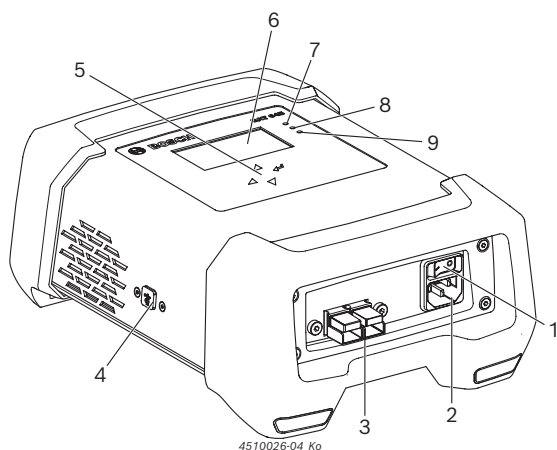

Fig. 1: Lato anteriore BAT 645
2. Accendere BAT 645 tramite l'interruttore ON/OFF (fig. 1, pos.1).
- ⇒ Il LED rosso (fig. 1, pos. 7) si illumina a batteria collegata e lampeggia a batteria scollegata.